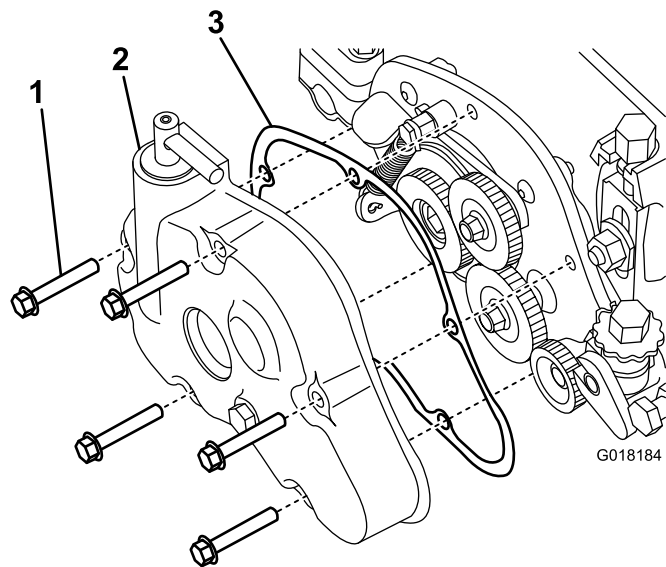

Рисунок 26
1. Снимите крышку редуктора с корпуса механической щетки (Рисунок 26).